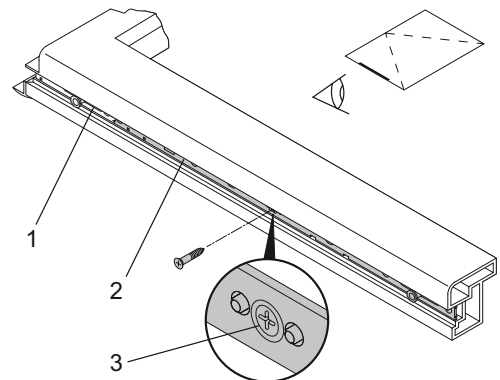

Рис. 5: Блокада М (низ)
9. Монтаж блокады М на нижней стороне створки (Рис. 5):